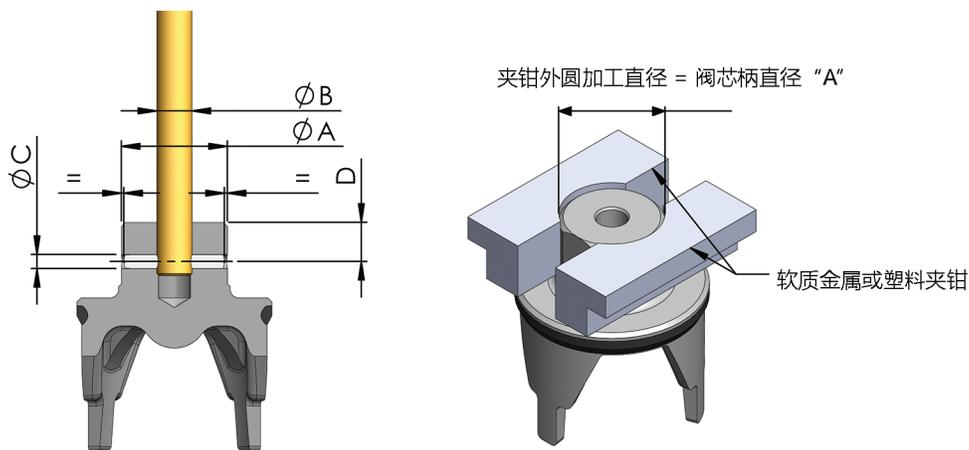

图 4 - 阀芯阀杆销钉固定
- 与直径 C 相符(请参见第 12 页 页图 4)
- 根据阀芯柄直径和阀杆直径测量尺寸 D(请参见第 12 页 页图 4)。
1. 根据阀芯柄直径和阀杆直径选择正确尺寸的销钉(请参见第 12 页 页图 4)。在销钉上涂抹少量润滑脂,然后手工将其组装至阀芯孔。
2. 使用锤击法,将销钉压入孔中与其配合。注意确保销钉两侧的凹进程度相同,完成固定操作(请参见第 12 页 页图 4)。